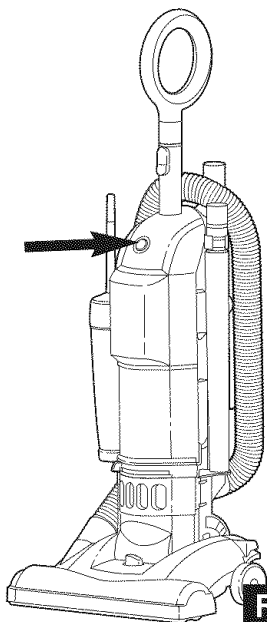

FIG. 7
**ON/OFF Switch.** International symbol **I** means On, International symbol **O** means Off (FIG. 7).
**Sélecteur Marche/Arrêt.** Le symbole international (I) signifie « Marche ». Le symbole international (O) signifie « Arrêt » (FIG. 7).
**Interruptor de corriente.** El símbolo internacional I significa prendido, el símbolo internacional O significa apagado (FIG. 7).